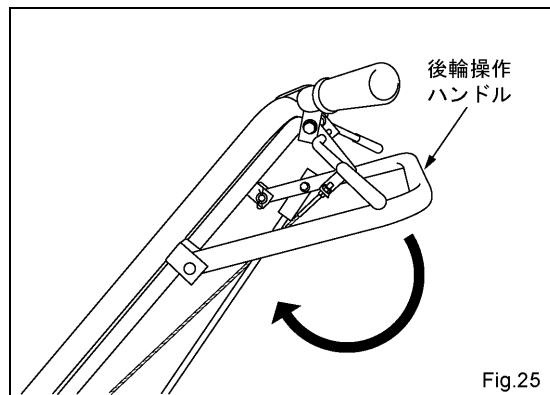

Fig.25
(3) タイン差込深さを更に深くする場合ハンドルを押し下げます。(Fig.25)